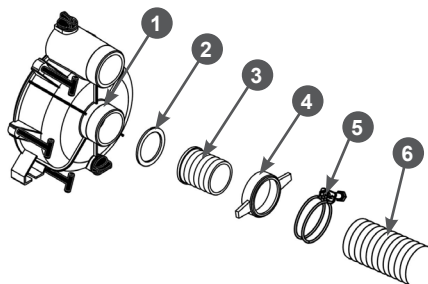

Рис. 10 Установка всасывающего рукава
3. Установите патрубок 3 через уплотнительное кольцо 2 к впускному (всасывающему) фланцу 1 насоса и плотно затяните гайку 4 патрубка (Рис. 10).
4. Наденьте до упора всасывающий рукав 6 на патрубок 3 и затяните его хомутом 5 (Рис. 10).